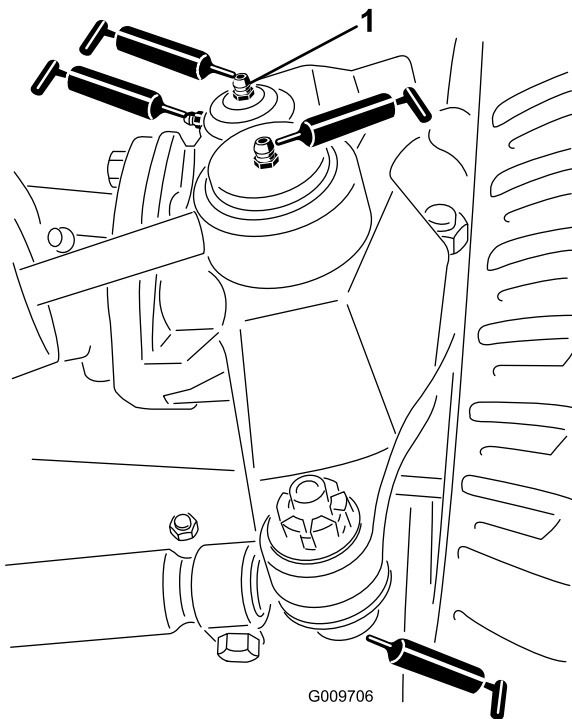

Figura 45
- Articulaciones esféricas de cilindro de dirección (2) tal y como se muestra en la Figura 45
- Articulaciones esféricas de biela (2) tal y como se muestra en la Figura 45
- Casquillos de pivote de dirección (2) tal y como se muestra en la Figura 45